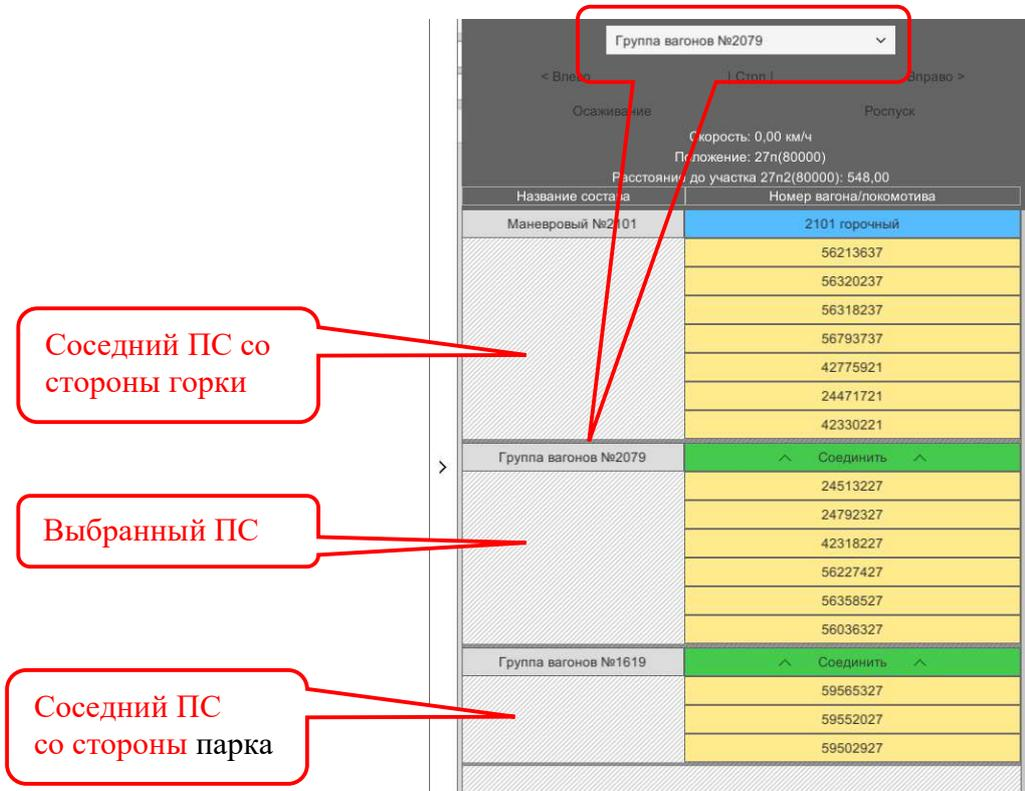

Рисунок 3.64. Повагонный список выбранного состава
- повагонный список выбранного подвижного состава, а также ближайшие соседние подвижные составы (при их наличии) со стороны горки (в таблице расположен выше выбранного состава) и со стороны парка (в таблице расположен ниже выбранного состава). Вагоны окрашены желтым цветом, локомотивы – голубым (Рисунок 3.64).